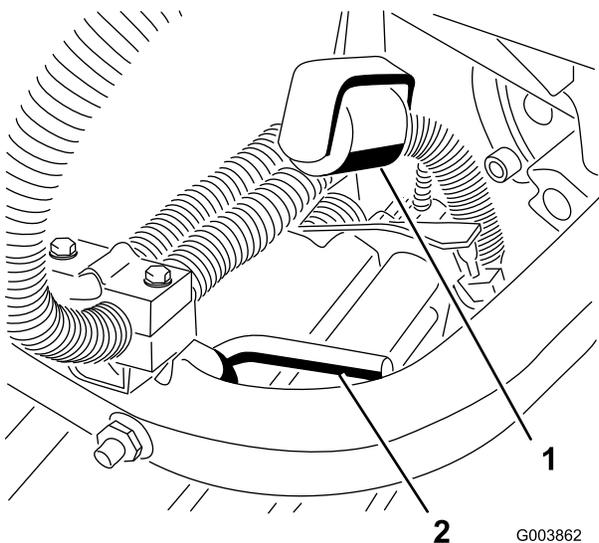

図 12
10. ロックアップ・ローラの調整を確認する（図 12）。カッティングユニット完全上昇状態でロックアップ・レバーに当たってカッティングユニットを支持するのが正しい状態である。